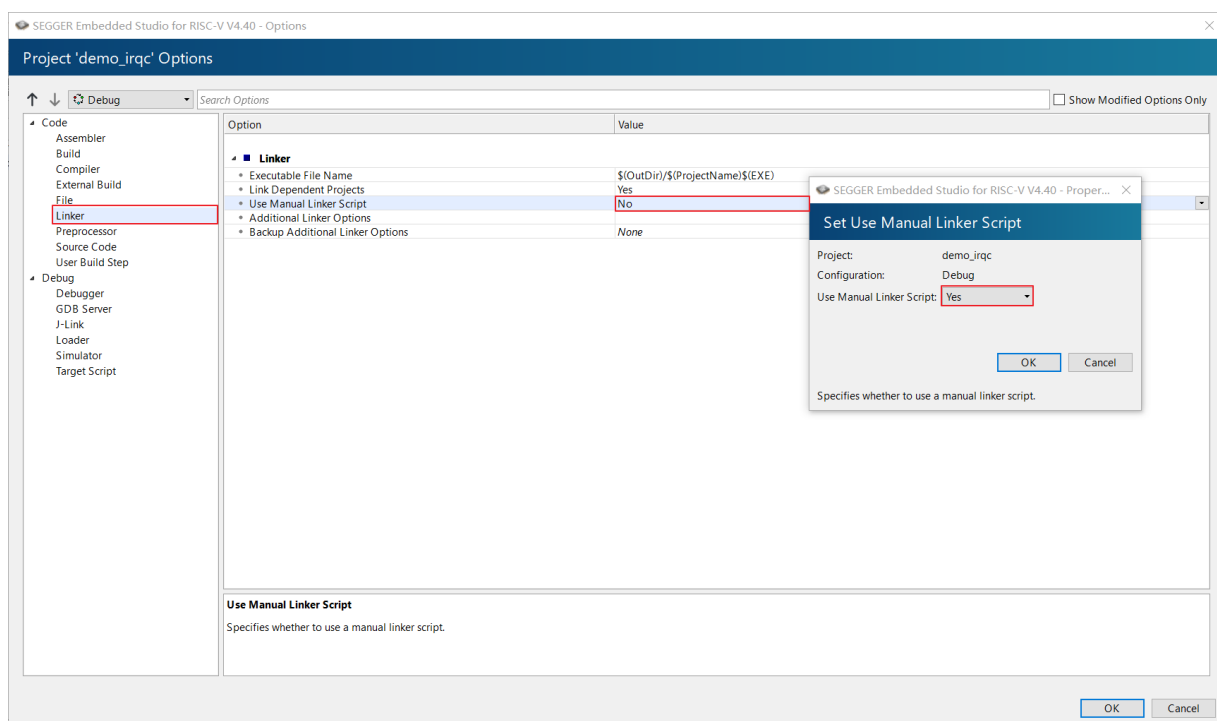
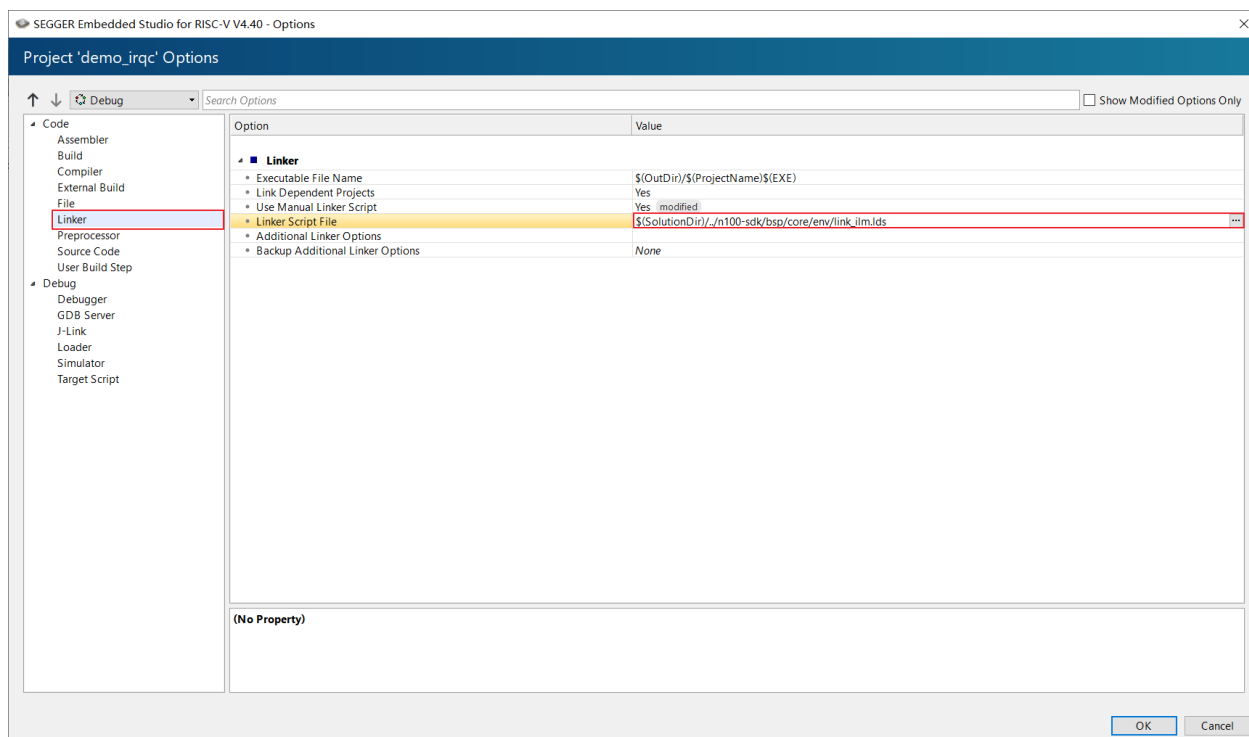

图 2-17 打开使用连接脚本选项
图 2-18 链接脚本路径设置
■修改 Linker 栏目下的 Use Manual Linker Script 为 yes，如图 2-17。打开使用连接脚本选项后会增加一个选项，如图 2-18，在这一选项中输入链接脚本路径，此处应当选择下载模式对应的链接脚本。注意：